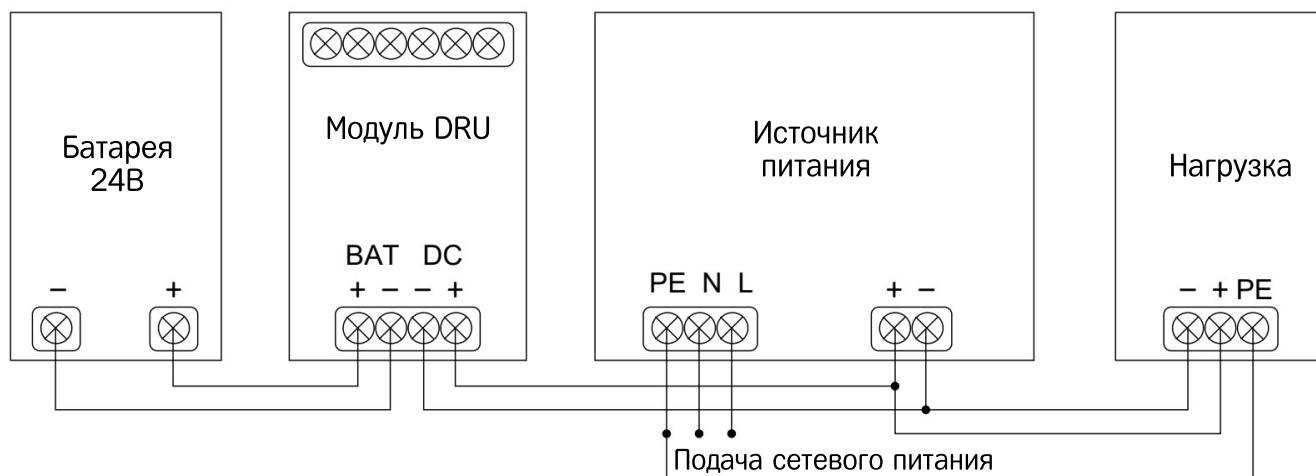

Рис. 7.1. Подключение модуля DRU-24V40ABN по схеме «Резервное питание нагрузки».
1) Схема подключения модуля DRU-24V40ABN для обеспечения резервного питания нагрузки при пропадании сетевого питания, либо аварии основного блока питания (см. рис.7.1).